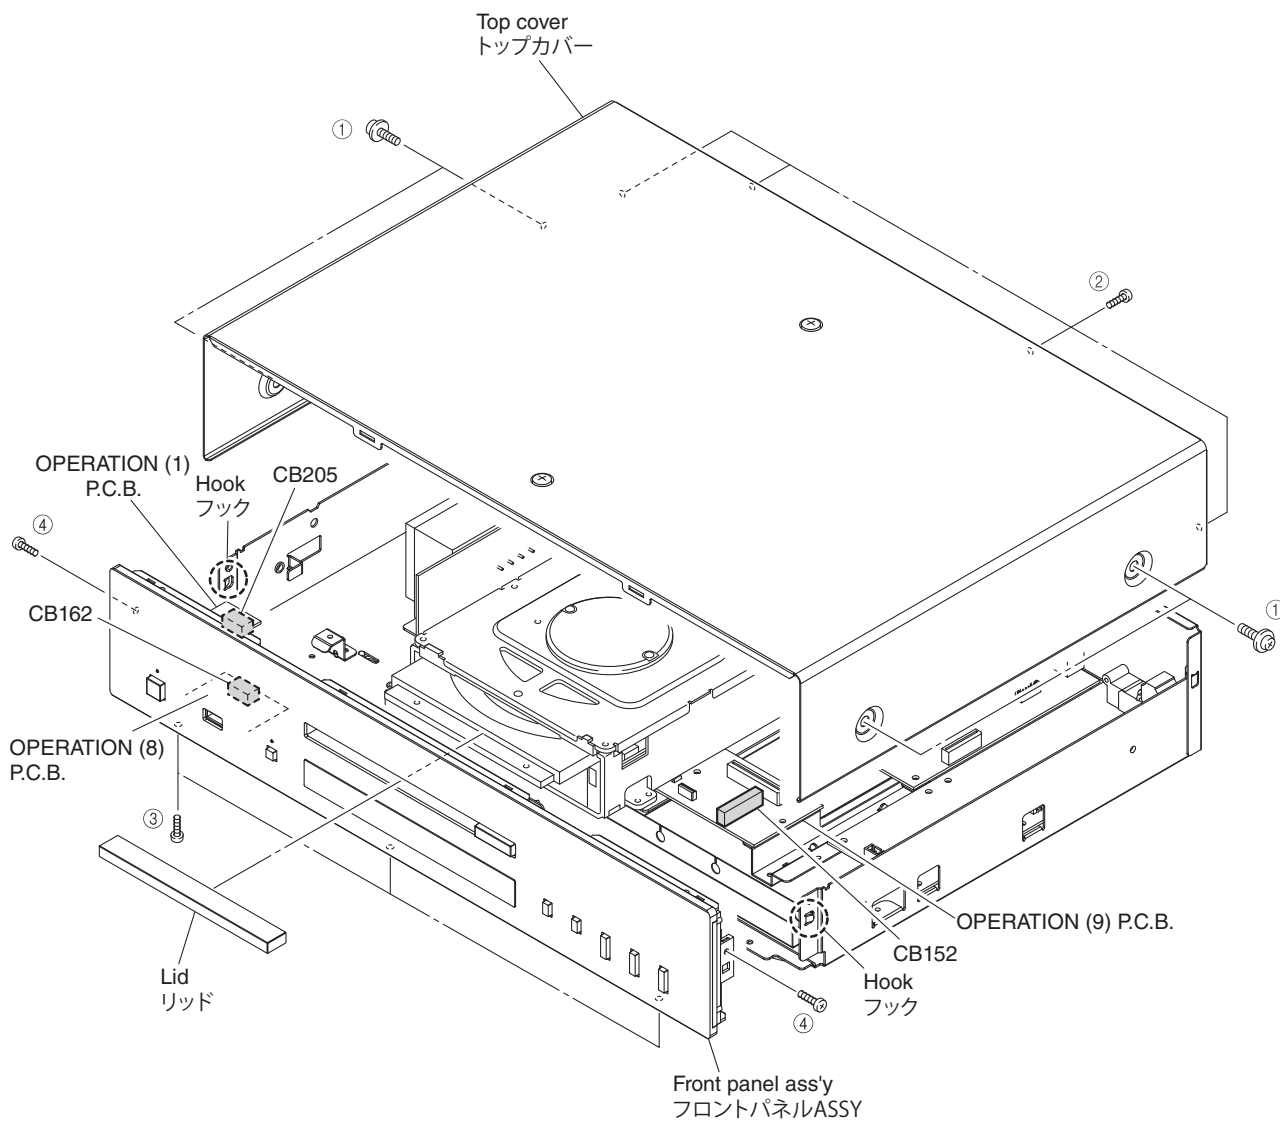

Fig. 1
- a. Remove 4 screws (①) and 4 screws (②). (Fig. 1)
- b. Remove the top cover. (Fig. 1)
- a. ①ネジ4本、②のネジ4本を外します。(Fig. 1)
- b. トップカバーを取り外します。(Fig. 1)
c. Remove the lid. (Fig. 1)
e. Remove 4 screws (③) and 2 screws (④). (Fig. 1)
f. Remove CB152, CB162 and CB205. (Fig. 1)
g. Release 2 hooks and then remove the front panel ass'y. (Fig. 1)
c. リッドを取り外します。(Fig. 1)
e. ③のネジ 4 本、④のネジ 2 本を外します。(Fig. 1)
f. CB152、CB162、CB205 を外します。(Fig. 1)
g. フック 2 箇所を外し、フロントパネル ASSY を取り外します。(Fig. 1)